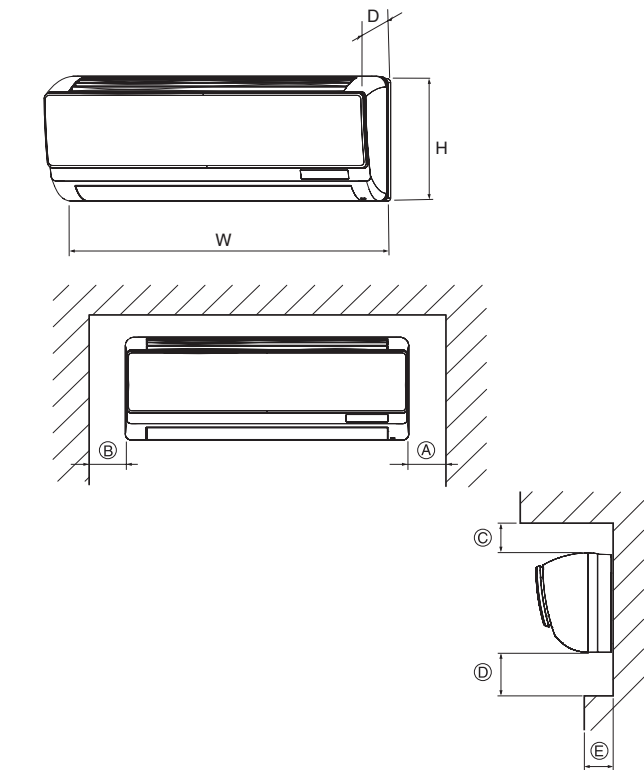

Fig. 2-1
①	Кронштейн для закрепления на стене	1	Укрепить на задней панели прибора
②	Самонарезающий винт 4 × 35	8	В упаковочном материале
③	Войлочная лента	1
④	Кабель пульта дистанционного управления MA	1
⑤	Кабель	1
⑥	Поясок	1
⑦	Зажим	1
2.1. Наружные размеры прибора (Внутренний прибор) (Fig. 2-1)